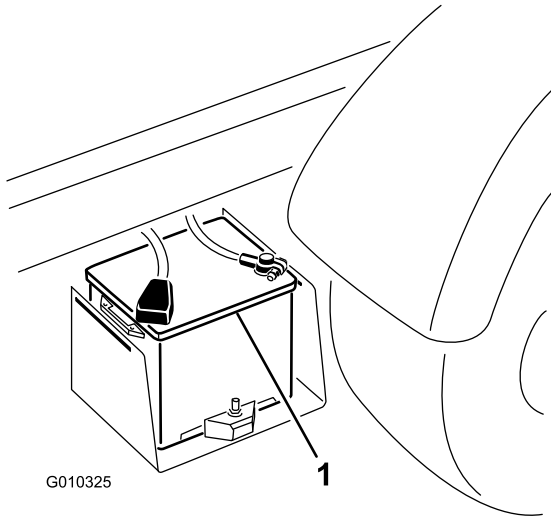

Bild 50
2. Schließen Sie ein Starthilfekabel an die Pluspole der zwei Batterien an (Bild 50). Der Pluspol kann durch ein +-Zeichen oben auf der Batterieabdeckung gekennzeichnet sein.